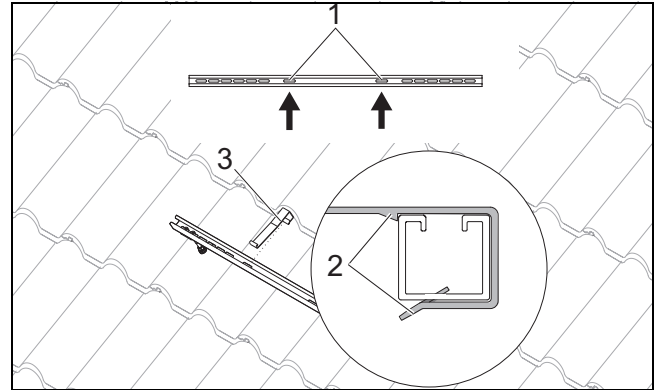

Fig. 47 Enganchar protección antideslizante
- ▶ Deslizar las protecciones antideslizantes (Fig. 47, [3]) en los agujeros alargados interiores correspondientes [1], desde fuera sobre los perfiles hasta que encajen [2].